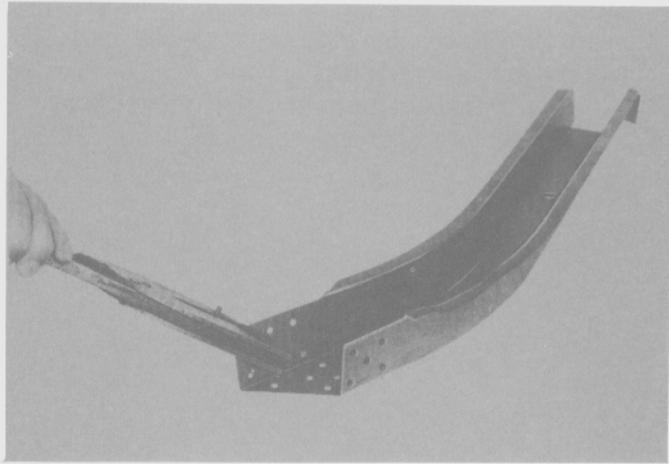

Fig. 298
- Agujerear el lado izquierdo de la nueva extensión del larguero, con orificios de 8 a 10 mm. de diámetro (Fig. 298).